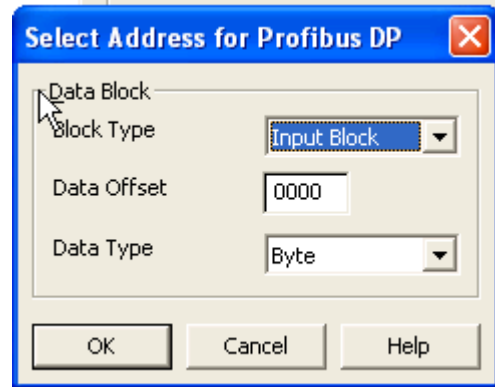

FIG. 65: Selecteer bloktype
- Selecteer de "data offset" (gegevenslocatie), die de adressen aangeeft om te lezen of schrijven in de blokken. Selecteer het gegevenstype om te lezen of schrijven. Dat bepaalt hoeveel bytes de blokken moeten bevatten om correcte gegevens te verkrijgen. In dit voorbeeld kiezen we **uitvoerblok**, met "data offset" (gegevenslocatie) **0** (wat overeenstemt met 256 in de PLC) en onder de vorm van een **woord**. FIG. 65.